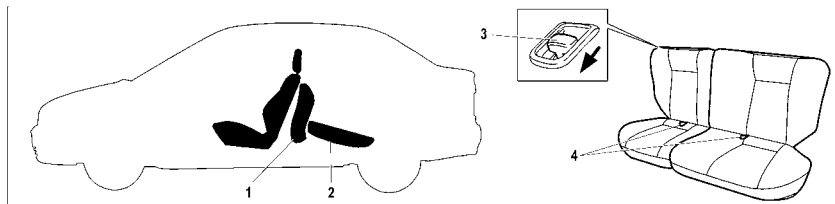

Рис. 11. Раскладка заднего сиденья
- потяните за петлю 4 (рис. 11) и установите подушку 1 в вертикальное положение. При необхо-